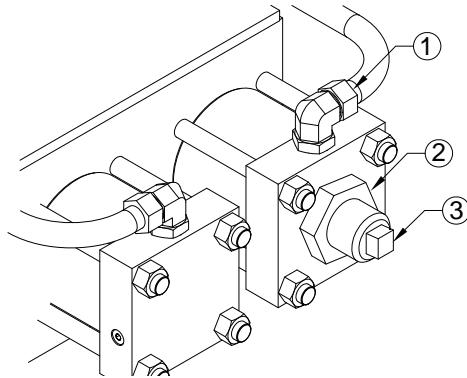

Figure 5.5 작동구간 조정
- Figure 5.5에서 보는 작동 조정장치 실린더 캡에 직접 연결된 유압 피팅(1)을 위치시킨다. 이 피팅은 조정과정에서 오일이 빠질 수 있도록 느슨하게 풀어준다.